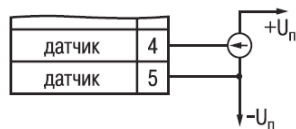

Рисунок 5.9
**Примечание** – Прибор может использоваться также как вольтметр с диапазоном от 0 до 1 В или милливольтметр от минус 50 до 50 мВ (рисунок 5.9).